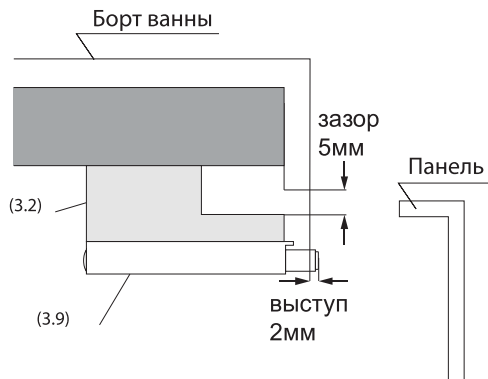

Рис. 6
2. Зазор между толкателем и краем борта ванны должен быть не менее 5 мм за счет установки подложки (рис. 6). Край толкателя в сжатом состоянии должен выступать на 2 мм от края борта ванны (рис. 6).